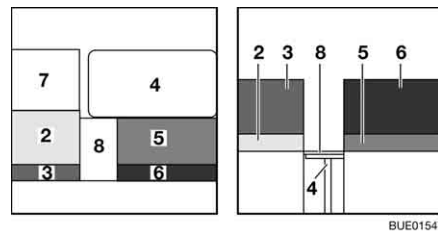

Fig. 143 Durante a transformação
- Mova o prolongamento do banco arca (Fig. 143,8) para cima e pendure-o no Vario-Seat.
- Mova o prolongamento Vario-Seat (Fig. 143,7) para cima e pendure-o.